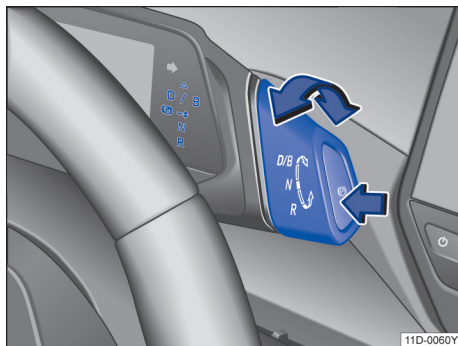

图 84 带电子驻车制动器按钮的行驶挡开关（箭头）
行驶挡开关带有一个用于电子驻车制动器的按钮 (P)。如需从空挡位置 N 切换到行驶挡，踩下制动踏板并将行驶挡开关沿所需方向转动→图 84：
若要在行驶挡 D 和 B 之间切换，一次性向前转动行驶挡开关，从位置 D/B 中换出即可→图 84。行驶挡开关此时始终被弹回。再次向前转动可以切换回行驶挡 D。